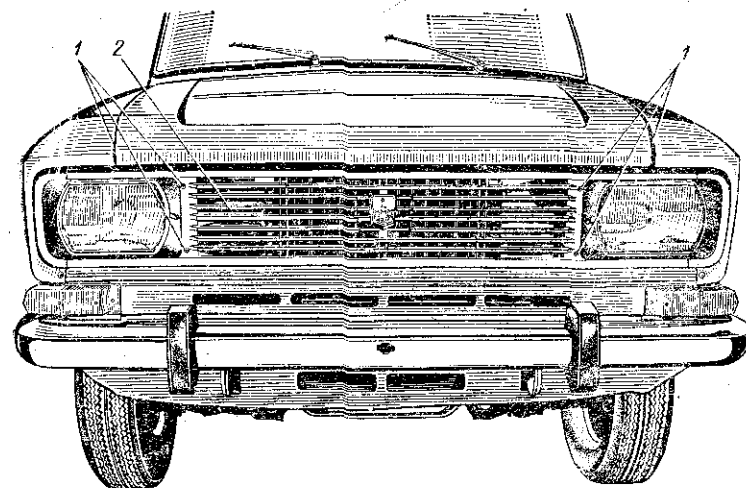

Рис. 86. Положение винтов, крепящих облицовку радиатора: 1 — винты; 2 — облицовка радиатора
4. Отверните шесть винтов 1 (рис. 86) крепления облицовки радиатора к кузову и снимите облицовку.